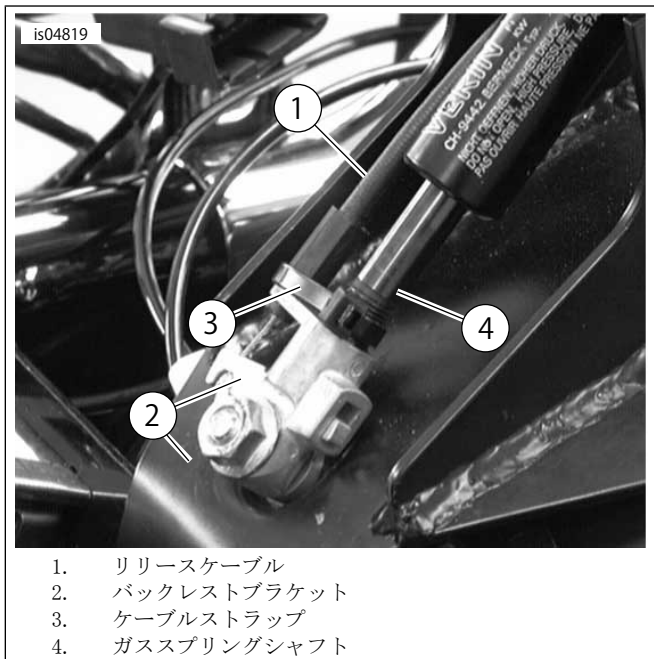

図11。バックレストブラケットにケーブルを接続
4. 「図11」を参照。図のように、リリースケーブル(1)をバックレストマウントブラケット(2)に取り付けます。付属のケーブルストラップ(3)でガススプリング(4)のシャフトにケーブルを慎重に固定します。